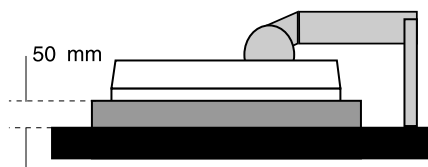

Рисунок S.1
2. Положите монитор экраном вниз на неабразивную поверхность. (Поместите экран на 50-мм платформу так, чтобы подставка была параллельна поверхности платформы.) (**Рисунок S.1**).